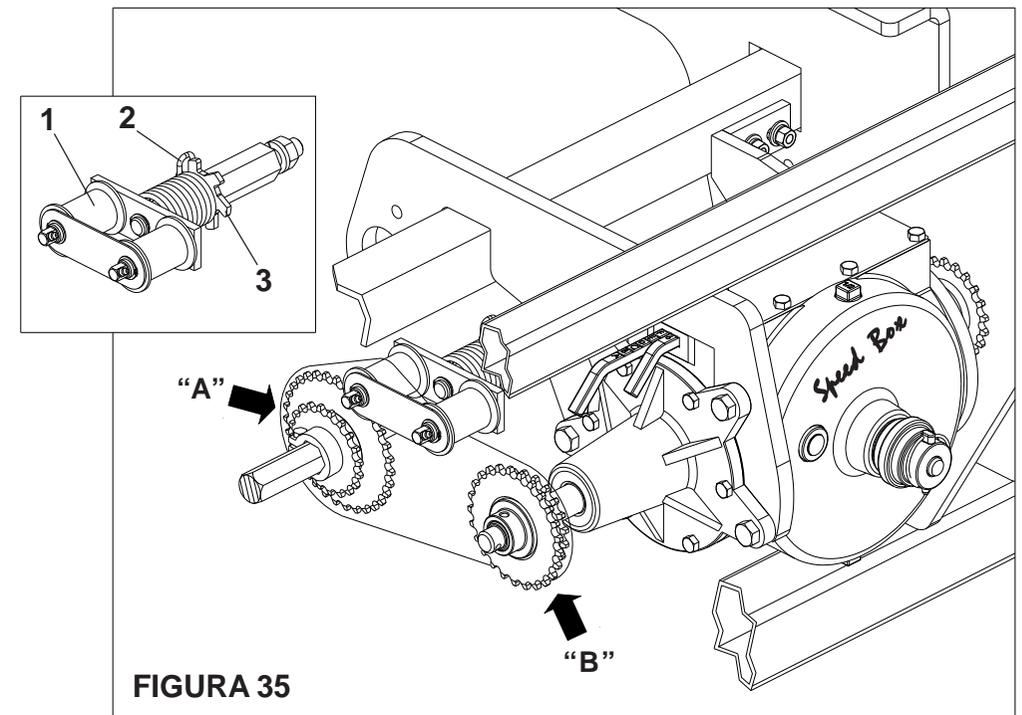

FIGURA 35
**10 - REGULAGEM PARA DISTRIBUIÇÃO DE SEMENTES (FIGURA 35)**